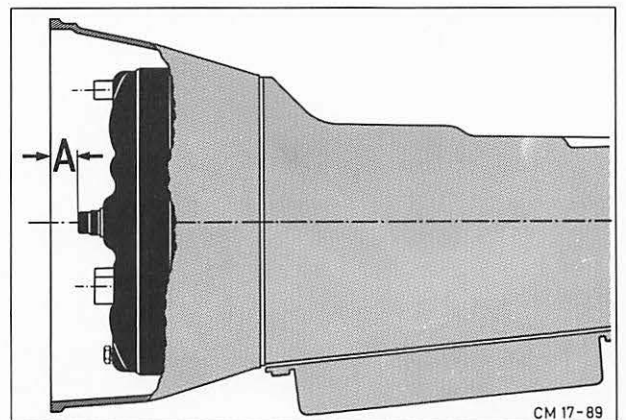

Abb. 29 Abstand „A“
- b) Ist die Wandlernabe mit dem treibenden Zahnrad der Ölpumpe voll im Eingriff, beträgt der Abstand „A“ zwischen dem Flansch des Wandlergehäuses und der Stirnfläche des Zentrierzapfens **mindestens 10 mm**. Abb. 29. **Bei nicht vorschriftsmäßiger Wandlermontage kommt es zu Beschädigungen an Getriebe und Schwungrad.**